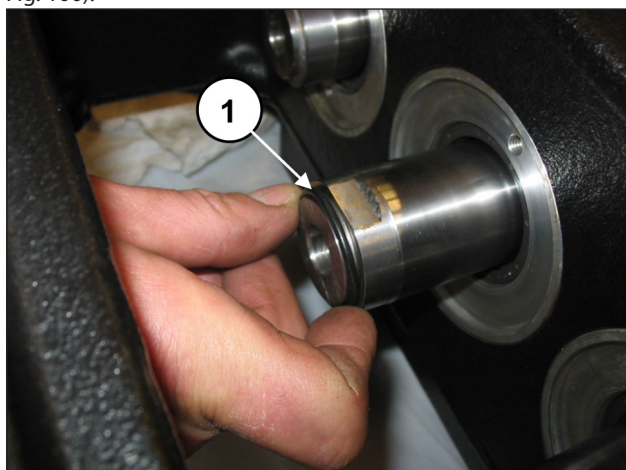
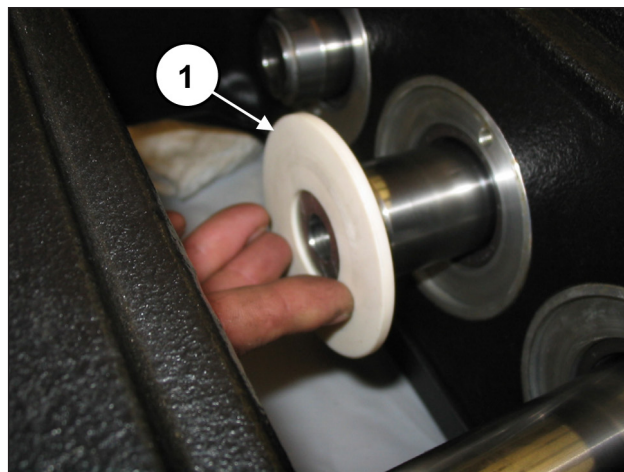

Fig. 99
Fig. 100
Calibre os parafusos com chave dinamométrica, conforme indicado no capítulo 3. Posicione a proteção contra respingos composta pelo O-ring no compartimento na guia do pistão (pos. ①, Fig. 99 e Fig. 100).